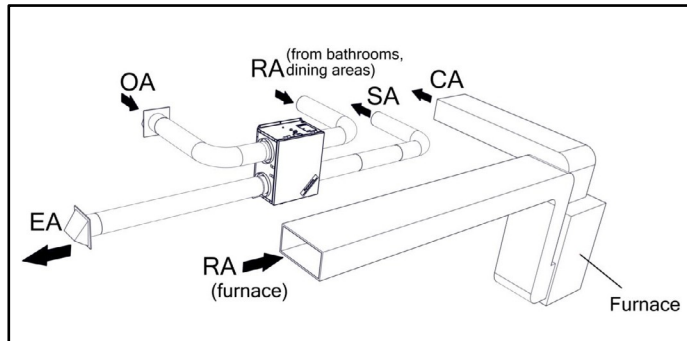

FIGURE 2.4.1 SÉPARATION DE L'AIR DE REPRISE ET DE L'AIR D'ALIMENTATION
- Pour les maisons sans système de chauffage ou de refroidissement par conduits - voir la figure 2.4.1.